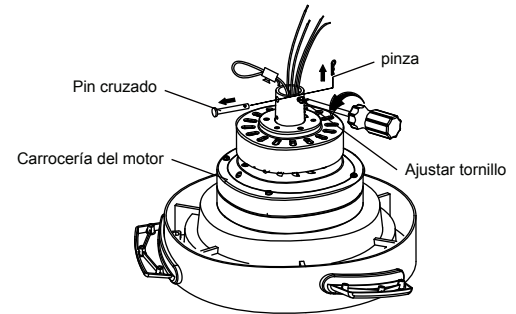

Fig. 5
**Paso 1.** Retire el clip, el pasador cruzado y dos tornillos de fijación del acoplamiento superior del cuerpo del motor, y guárdelo para su uso posterior en el paso 4. (Fig. 5)